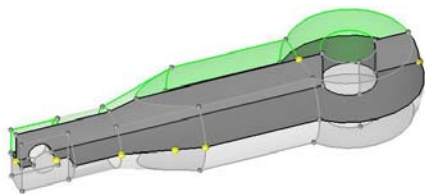

图 5-49 删除实体
(1) 按〈F2〉键，进入 Delete 面板。
(2) 激活黄色的 solids 按钮，并勾选 delete bounding surfs 复选框。在图形区中选择下半部分实体和上边的左半部分实体，如图 5-49 所示。